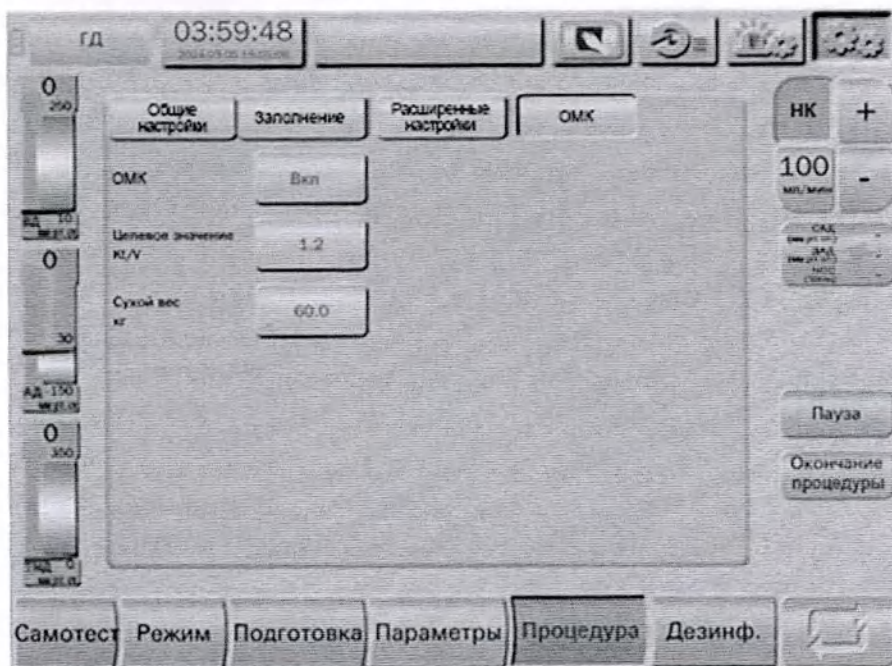

Рисунок 42. Интерфейс параметров
1) Нажмите кнопку  и откройте вкладку «ОМК» (Рис. 42).